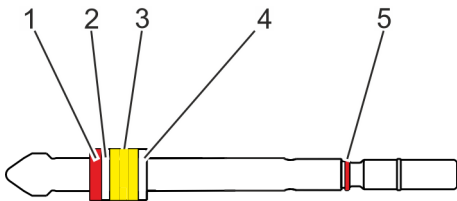

Fig. 27: Broche avec éléments du presse-étoupe (le nombre d'anneaux de garniture varie)
- 18. ➤ Retirer le joint torique (Fig. 27/5) de la broche.
- 19. ➤ Retirer l'anneau de compartimentation (Fig. 27/4) de la broche.
- 20. ➤ Retirer les anneaux de garniture (Fig. 27/3) de la broche.
- 21. ➤ Retirer l'anneau de compartimentation (Fig. 27/2) de la broche.
- 22. ➤ Retirer l'anneau de fond (Fig. 27/1) de la broche.